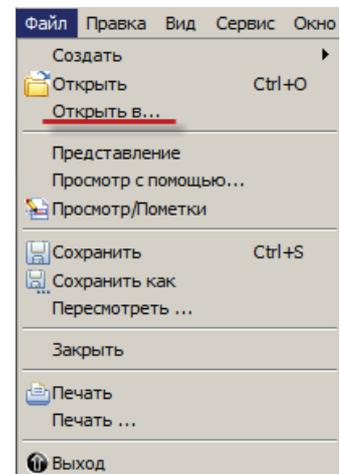

Рисунок 5.15
- выделить требуемый набор данных и выбрать пункт основного меню **Файл > Открыть в...** (рис. 5.15).